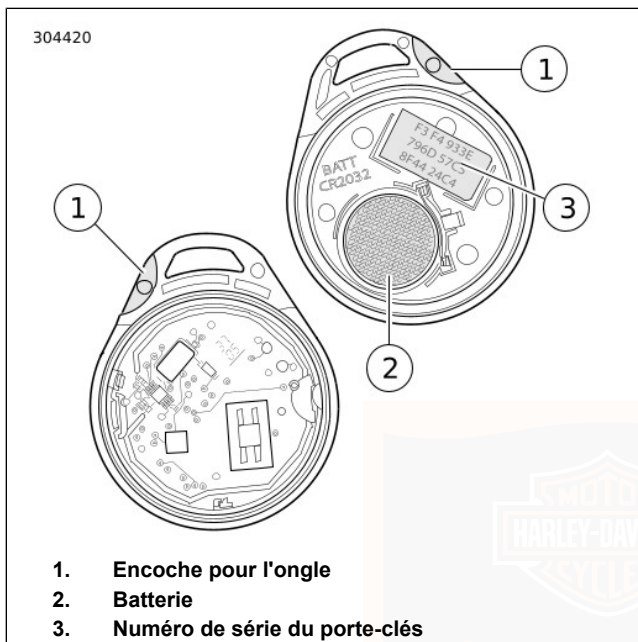

Figure 43. Pile pour porte-clés
1. Voir Figure 43. Tourner lentement une lame mince dans l'encoche pour ongle (1) sur le côté du porte-clés pour séparer les deux moitiés.
2. Retirer la pile (2) et la jeter.